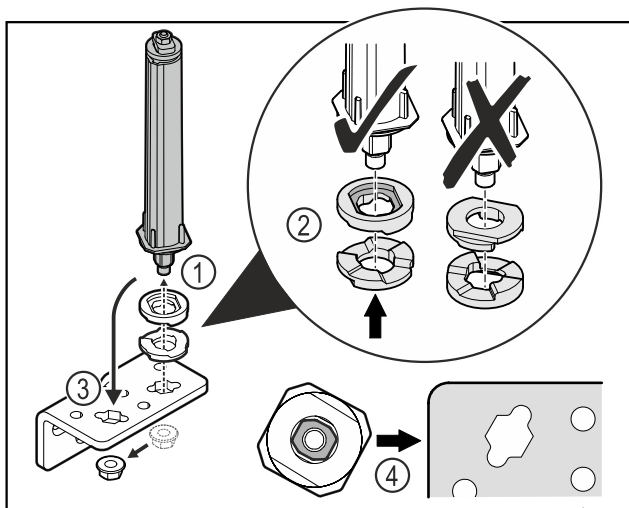

Fig. 34
- ▶ Vabastage mutter ja eemaldage ukسلukustussüsteem Fig. 34 (1).
- ▶ Pöörake tähelepanu kõrgusedeseibide korrektsele väljajoondusele Fig. 34 (2).
- ▶ Paigutage ukسلukustussüsteem šarniirnergikus ümber ja fikseerige mutriga Fig. 34 (3).
- ▶ Pöörake sissepanemisel tähelepanu ukسلukustussüsteemi korrektsele väljajoondusele Fig. 34 (4).